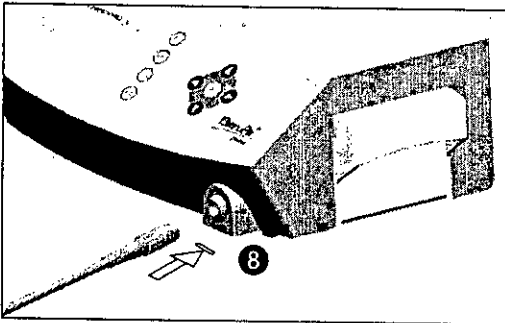

fig. 3
- E. Conecte el cable micromotor a la salida del motor, orientando la toma y la clavija con la ranura de posicionado de la toma fig. 3.